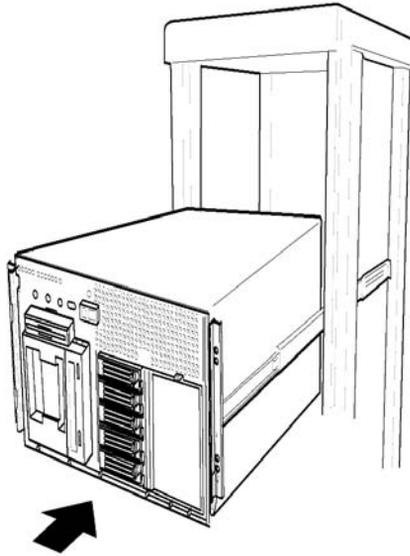

Abbildung 60 - Entfernen der Bodenplatte
- 1 Richten Sie den Server so aus, dass er auf seinen Standfüßen ruht, wie in Abbildung 60 dargestellt.
- 2 Entfernen Sie die beiden Schrauben (Abbildung 60, A) die sich an der hinteren Kante der Bodenplatte befinden.
- 3 Schieben Sie die Platte zur hinteren Seite des Chassis (Abbildung 60, B).
- 4 Gemäß der in Abbildung 60 dargestellten Ausrichtung, halten Sie die untere Kante der Abdeckung fest (Abbildung 60, C) und schwenken Sie diese heraus. Heben Sie dann die Abdeckung gerade nach oben (Abbildung 60, D) um Sie von den Laschen auf dem Chassis zu lösen.